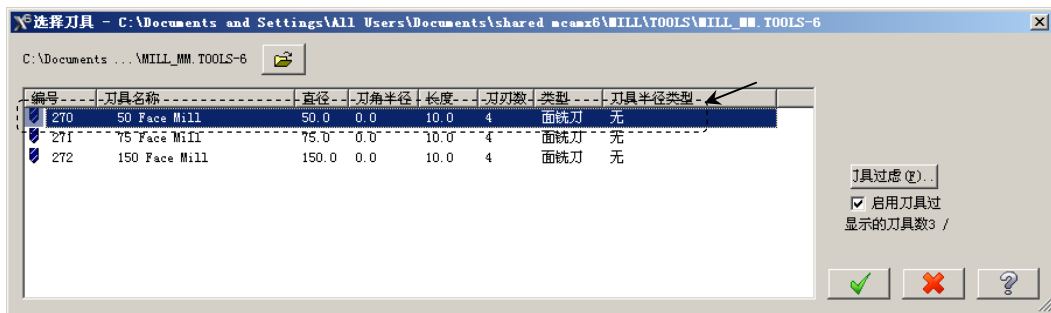

图 16.5 “选择刀具”对话框
Step5. 选择刀具。在“2D 刀具路径-平面铣削”对话框中单击 **选择刀库** 按钮, 系统弹出“选择刀具”对话框, 在该对话框的列表框中选择图 16.5 所示的刀具。单击  按钮, 关闭“选择刀具”对话框, 系统返回至“2D 刀具路径-平面铣削”对话框。
(1) 完成上步操作后, 在“2D 刀具路径-平面铣削”对话框的刀具列表中双击该刀具, 系统弹出“定义刀具-机床群组-1”对话框。